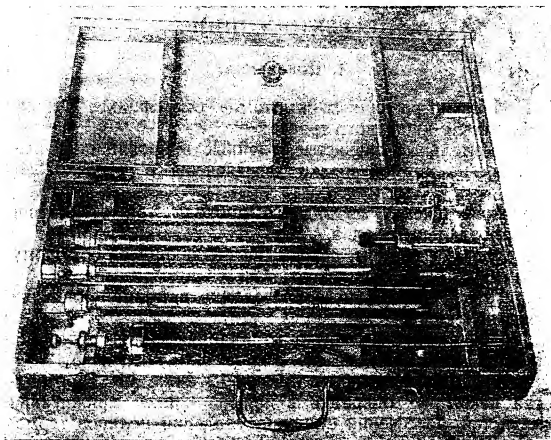

Рис. 1.
1. Комбинированный для исследования взрослых и детей среднего возраста (рис. 1).